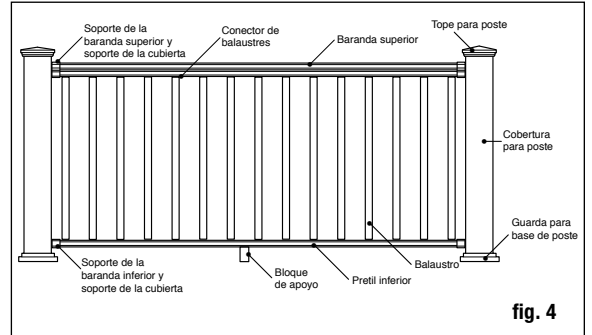

fig. 4
**Paso 5** Recorte las coberturas de postes de 4x4 a la longitud adecuada. Las coberturas para poste deben ser al menos 1-1/2" más largas que la altura del barandal (fig. 4). Ejemplo: Para un barandal de 36" de altura, recorte la cobertura del poste a un mínimo de 37-1/2", puede dejarse más larga si se desea. Deslice una cobertura de poste recortada sobre cada poste de barandal de 4x4. La cobertura para poste debe deslizarse fácilmente sobre el poste. NO FUERCE la cobertura de poste sobre el poste. Los postes de 4x4 torcidos o doblados deben ser reemplazados. Deslice una cenefa para base de poste (opcional) sobre cada cobertura de poste para un aspecto más acabado. *Nota: Se recomienda instalar la cenefa para base de poste antes de instalar el barandal inferior. Sin embargo, el diseño de dos piezas permite que el instalador añada la cenefa para base del poste después de instalar el barandal. Para instalarla, aplique una línea delgada de pegamento transparente para construcción en exteriores a la parte interior de la cenefa para poste, en donde entrará en contacto con la cobertura del poste, y colóquela en su sitio alrededor de la base de la cubierta del poste.*